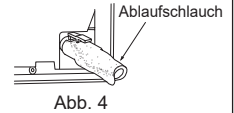
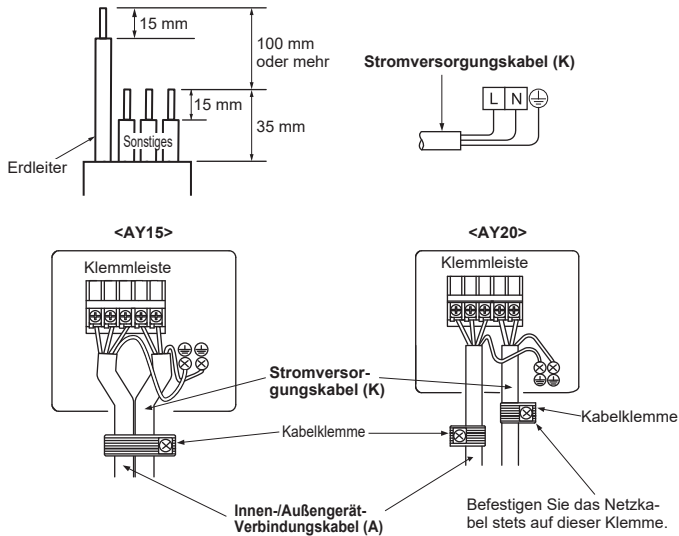

Abb. 4
Abb. 5
- 5) Führen Sie den Ablaufschlauch in die Ablassmulde hinten rechts an dem Innengerät ein. (Abb. 4)
- 6) Führen Sie den Ablaufschlauch durch die Wanddurchbruchhülse (C) und haken Sie den oberen Teil des Innengerätes an der Montagetraverse (1) ein. Bewegen Sie das Innengerät dann vollständig nach links, damit Sie die Verrohrung einfacher an der Rückseite des Geräts anbringen können.
- 7) Schneiden Sie den Abstandshalter aus dem Verpackungstyropor aus und setzen Sie ihn auf die Rippe auf der Rückseite des Innengerätes. (Abb. 5)
- 8) Verbinden Sie die Kältemittelleitung mit dem Verlängerungsrohr (B).
- 9) Schieben Sie den unteren Teil des Innengerätes in die Montagetraverse (1).